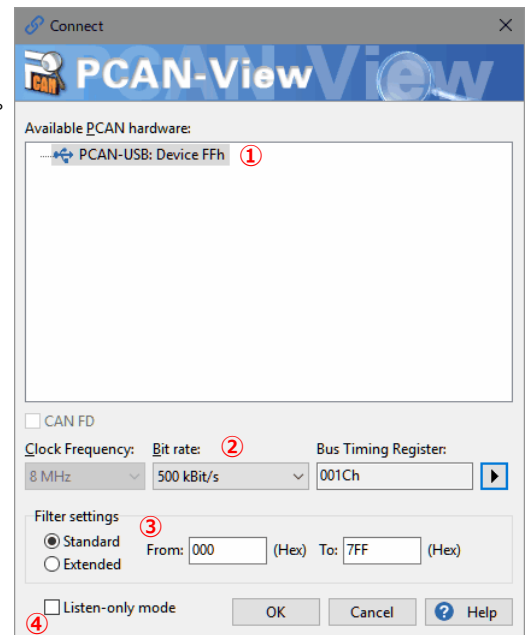

図 3-2
Connect ウィンドウが表示されます (図 3-2 参照)。
(図 3-2 ① の例では、[PCAN-USB: Device FFh])
Bit rate (図 3-2 ② 参照)
Filter settings ボックス (図 3-2 ③ 参照)
Listen-only mode (図 3-2 ④ 参照)